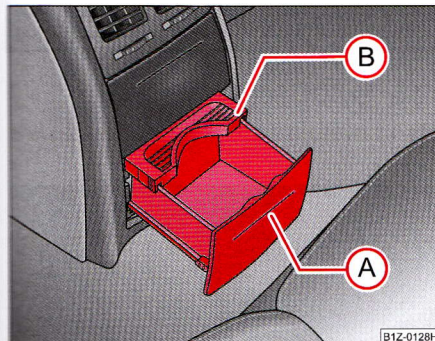

Fig. 91 Consola centrală spate:
- Apăsați capacul în zona **A** ⇒ fig. 91 - suportul pentru băuturi iese.